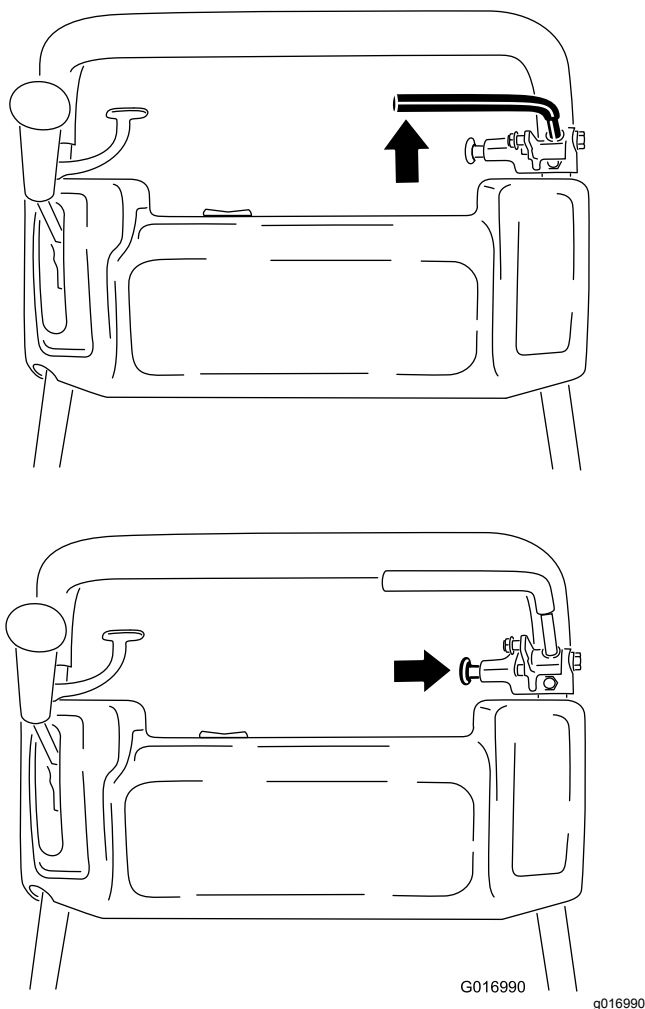

Figure 32
1. Serrez le frein de service puis enfoncez le bouton du frein de stationnement pour que le frein de service soit en appui sur la goupille du frein de stationnement (Figure 32).